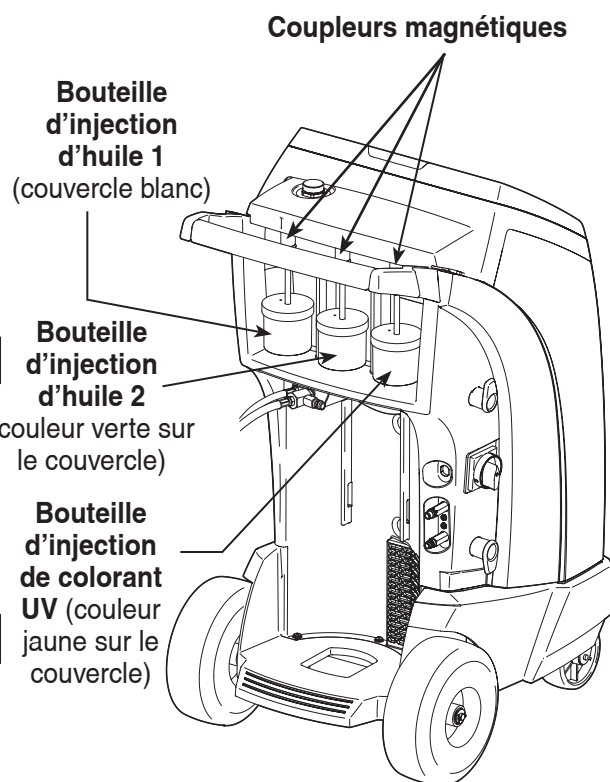

Figure 21
1. Enlevez les bouteilles d'injection de colorant et d'huile de leur balance. Reportez-vous à la figure 21.